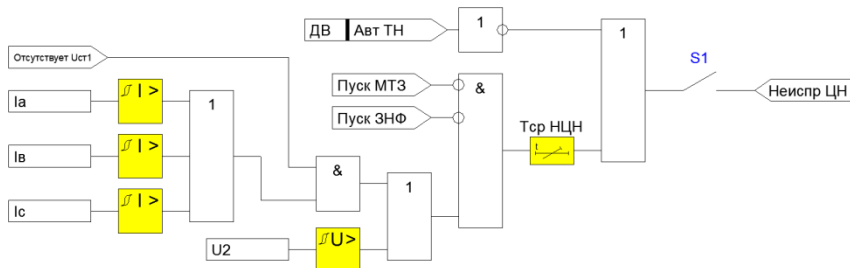

Рисунок 4.1.7 – Функциональная схема контроля ЦН
2) Обрыв цепей напряжения выявляется при одновременном выполнении следующих условий (Рисунок 4.1.7):